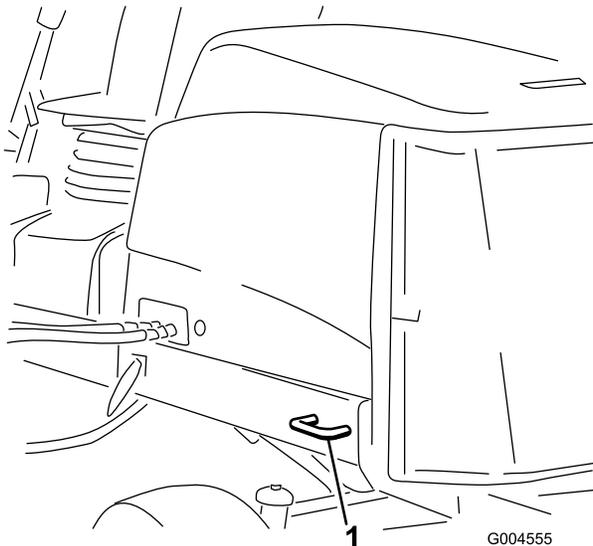

Bild 48
- Hinten: Jede Maschinenseite am hinteren Rahmen (Bild 48).